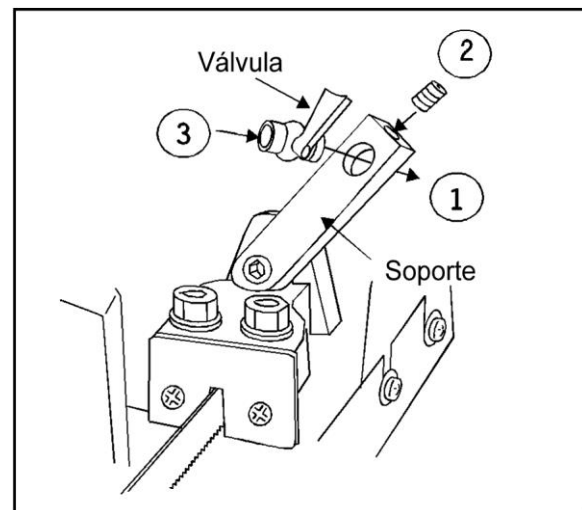

Figura 7: Instalación de la válvula en el soporte de válvula
Vea en la sección 12.4.1 una vista completa de los componentes en el kit refrigerante, y vea en la Figura 7 la fijación de la válvula al soporte de válvula en el asiento del rodamiento guía.
- Instale la válvula, primero el extremo posterior, en el soporte (Figura 7).